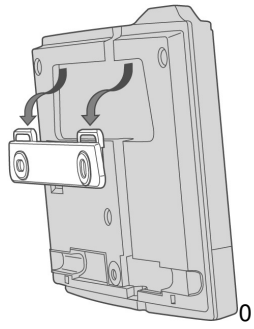

Рис. 2: Установить приемник на кронштейне.
3. Установить приемник на кронштейн (см рис. 2).